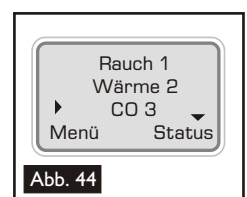

Abb. 43
- Ein Prüfmittel für eine simultane Prüfung wird programmiert, indem der Cursor mit der Aufwärts- und Abwärts-Taste auf der Tastatur zu der gewünschten Prüfung bewegt wird  und dann die Eingabetaste gedrückt wird , um diese Prüfung auszuwählen (Abb. 42). Das Prüfmittel erscheint auf dem Display mit einer Zahl daneben. Nach dem ersten Prüfmittel (welches mit '1' bezeichnet wird) wählen Sie das zweite Prüfmittel in der gleichen Weise aus und drücken die Eingabetaste  erneut und auch neben diesem Prüfmittel erscheint eine '1'. Fügen Sie bei Bedarf das dritte Prüfmittel in derselben Weise hinzu und drücken Sie erneut die Eingabetaste , damit auch neben diesem Prüfmittel eine '1' erscheint. Zum Schluss sollte neben allen notwendigen Prüfmitteln eine '1' stehen. Die Prüfungsart-LED leuchtet je nach den gewählten Prüfungsmitteln in unterschiedlichen Farben auf (Einzelheiten zu diesen Farben finden Sie in Abschnitt 5.13 dieser Bedienungsanleitung). In (Abb. 43) ist die Vorgangsweise bei einer simultanen Prüfung (hier gleichzeitig Rauch und Wärme) dargestellt.
- Um die verschiedenen Prüfungen in einer seriellen Prüfung durchzulaufen, muss das Testifire für mindestens 2 Sekunden, aber nicht mehr als 10 Sekunden (Wiederherstellung des Infrarotstrahls), leicht abgehoben werden, damit es mit der nächsten Prüfung fortfährt (siehe Abb. 43[3]). Beispiel: Zur Prüfung von 'Rauch', 'Wärme' und dann 'CO' wird das Testifire auf den Melder gesetzt, wobei der Melder den Infrarotstrahl unterbricht und die Rauchprüfung beginnt. Die Prüfung ist erfolgreich (oder ist nicht erfolgreich, wenn das sich Testifire abschaltet). Nehmen Sie die Haupteinheit 2 Sekunden lang ab, so dass der Melder das transparente Gefäß und den Dichtungsbalg nicht berührt, und setzen Sie diese dann wieder auf, um mit der Wärmeprüfung zu beginnen. Wiederholen Sie diesen Vorgang für die CO-Prüfung.